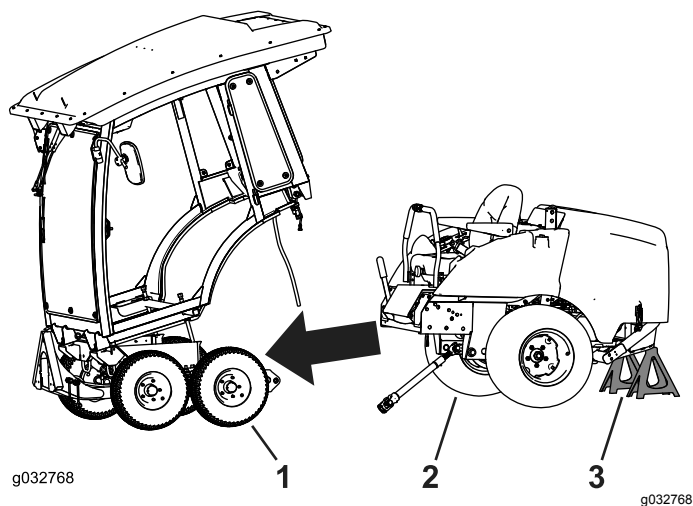

Figura 118
8. Aleje el bastidor de invierno del bastidor de la máquina (Figura 118).